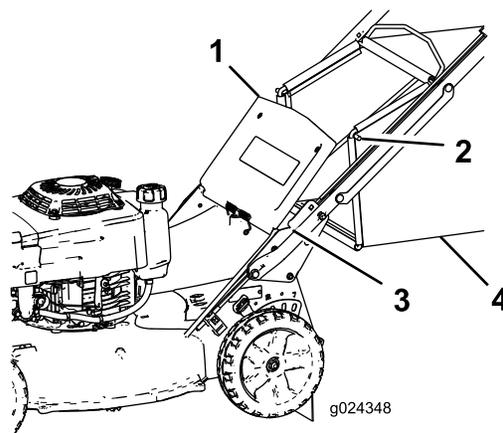

Figura 19
2. Alzate lo sportello posteriore e tenetelo alzato (Figura 19).
4. Installate le estremità dell'asta del cesto nelle tacche alla base della stegola e spostate il cesto avanti e indietro per accertare che le estremità dell'asta del cesto siano posizionate in fondo a entrambe le tacche (Figura 19).
3. Rimuovete l'asta sul cesto di raccolta dalle tacche alla base della stegola (Figura 19).